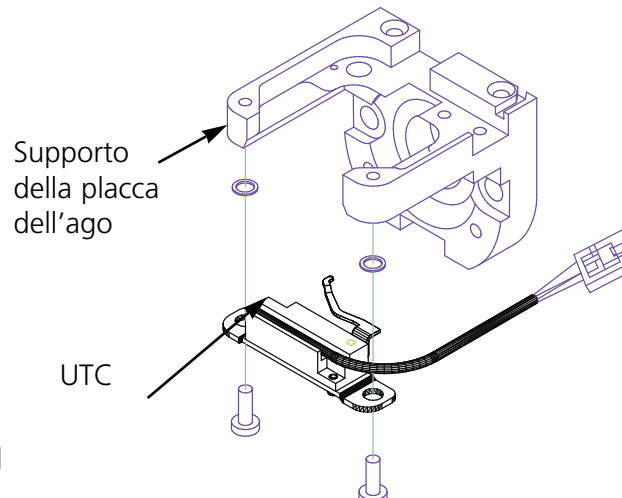
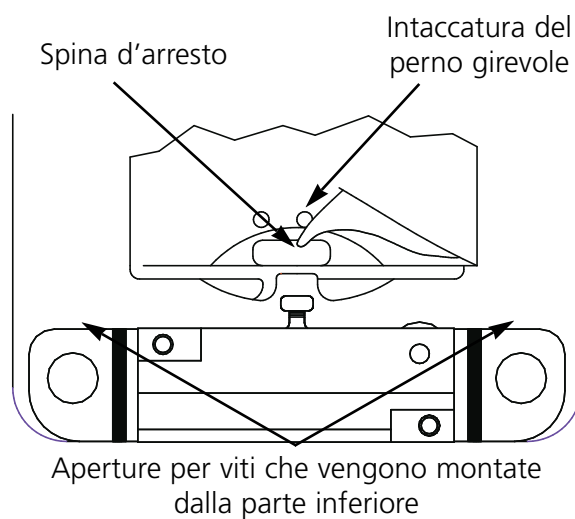

Figura 4-19
Figura 4-20
1. Con l'energia disinserita, montate il controllo del filo inferiore come mostrato nella Figura 4-19. Mettete la spina d'arresto del controllo del filo inferiore nell'intaccatura del perno girevole della bobina ad una distanza di 0.020 tra di loro (vedete Figura 4-20). Usate il calibro di spessore 0.020 contenuto nella cassetta portautensili dell'operatore.